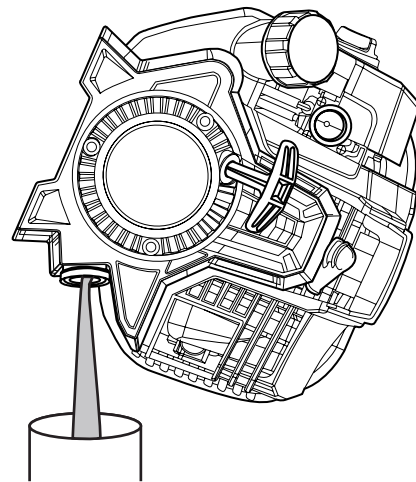

Fig. 22
3. Inclíne la unidad verticalmente para verter el aceite fuera del orificio de llenado del aceite en un recipiente (Fig. 22). Deje tiempo suficiente para el drenaje completo.